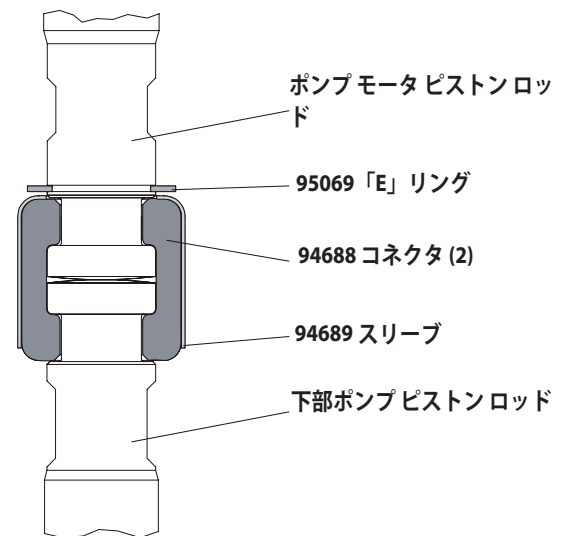

図 2
5. E リング ペンチを使用して、保持リングを十分上方に移動し、(図 2 参照) 2 つのコネクタを解放するスリーブにスライドします。空気モーターは脇に置きます。